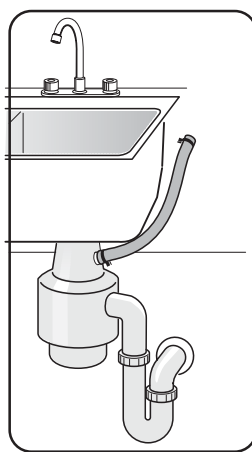

Ilustración 24
- 2 Directamente a la conexión de evacuación para lavadoras de platos en un eliminador de basura, como muestra la **Ilustración 24**.